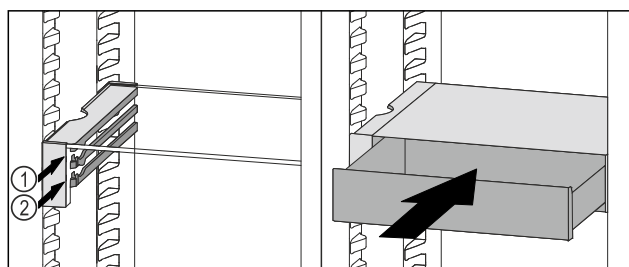

Fig. 129
- ▶ Zásuvku VarioSafe nasadte za zarážkami na požadovanom rebre Fig. 129 (1) alebo Fig. 129 (2).